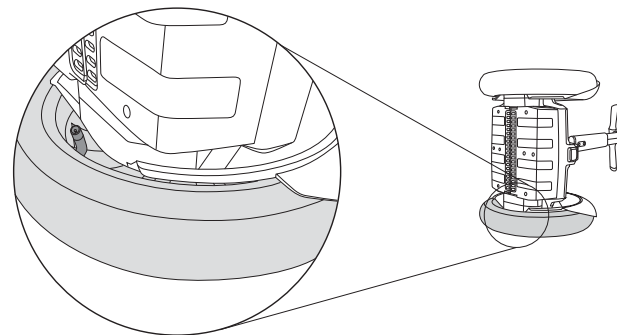

Ilustración 67: ubicación del vástago de la válvula en el i2 SE
3. Gire la base hasta que se vea el vástago de la válvula en el interior de la rueda (consulte la **ilustración 67**).